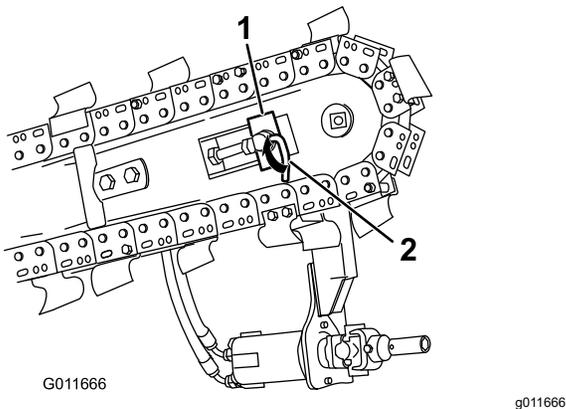

Bild 23
- Drehen Sie die Klemmplatte um 90 Grad und ziehen Sie die Hebelsperrenschraube fest; kippen Sie den Hebel, um ihn zu arretieren (Bild 23).